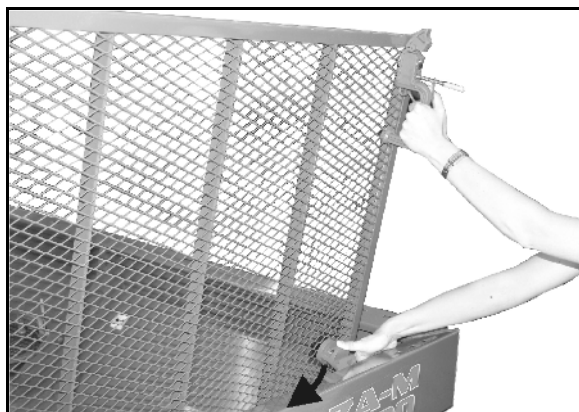

Fig. 18
3. Vip beskyttelsesgitteret op, indtil spærren på kanten af beholderen går i indgreb (Fig. 18).
- Før beskyttelsesgitteret lukkes, skal du trykke låsen ned (Fig. 18).